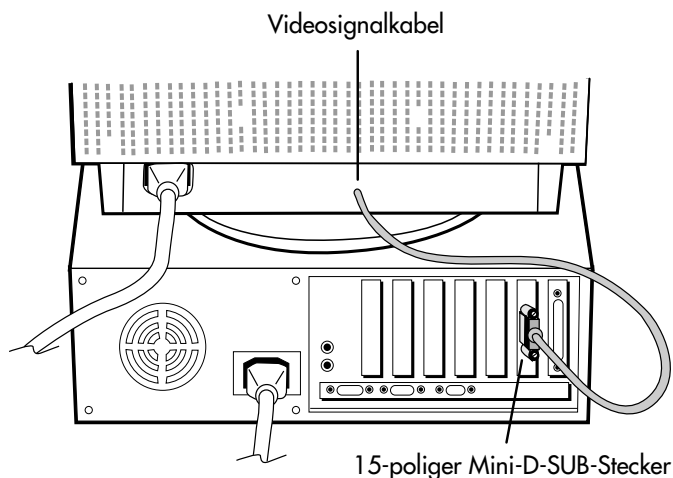

Abbildung A.1
3. Beim PC: Schließen Sie den 15-poligen Mini-D-SUB-Stecker des Videosignalkabels an die Buchse der Grafikkarte Ihres Rechners (Abbildung A.1) an. Ziehen Sie alle Schrauben fest.